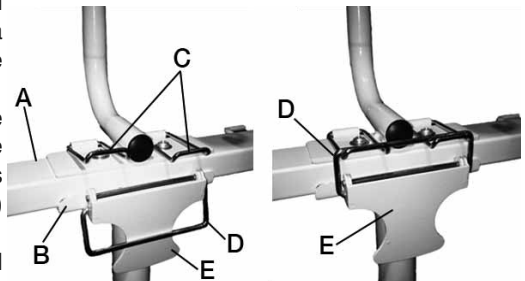

FIGURE 6
1. Placez l'ensemble de lampes de travail sur le dessus du trépied. Le fond de la base (A) Fig.6 doit être assis dans le support (B).
2. Placez deux boucles (C) comme le montre la Fig.6, positionnez le loquet de dégagement rapide (D) par-dessus les deux boucles (C) et abaissez le levier (E) pour les fixer.